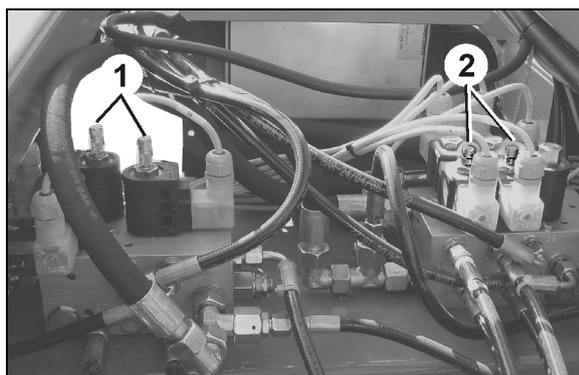

Fig. 200
3. Zwei Ventilstifte (Fig. 200/1) aus den Ventilen herausziehen und zum Arretieren um 45 Grad verdrehen. (zum späteren Einklappen der Maschinenausleger).
4. Zwei Ventilstifte (Fig. 200/2) aus den Ventilen herausdrehen (zum späteren Einklappen der Spuranreißer).
9. Nach der Reparatur, die Ventilstifte (Fig. 200/1,2) in Normalstellung bringen.